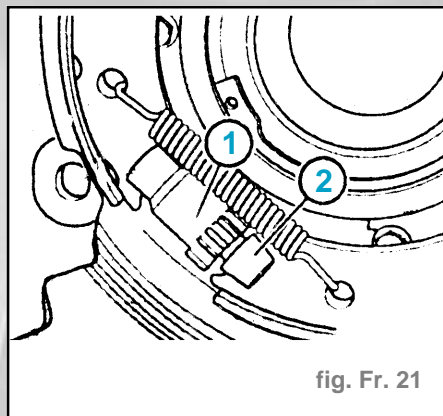

fig. Fr. 21
- Remarque pour la repose :** - La figure montre le côté droit, le côté gauche est symétriquement inversé (fig. Fr. 21).